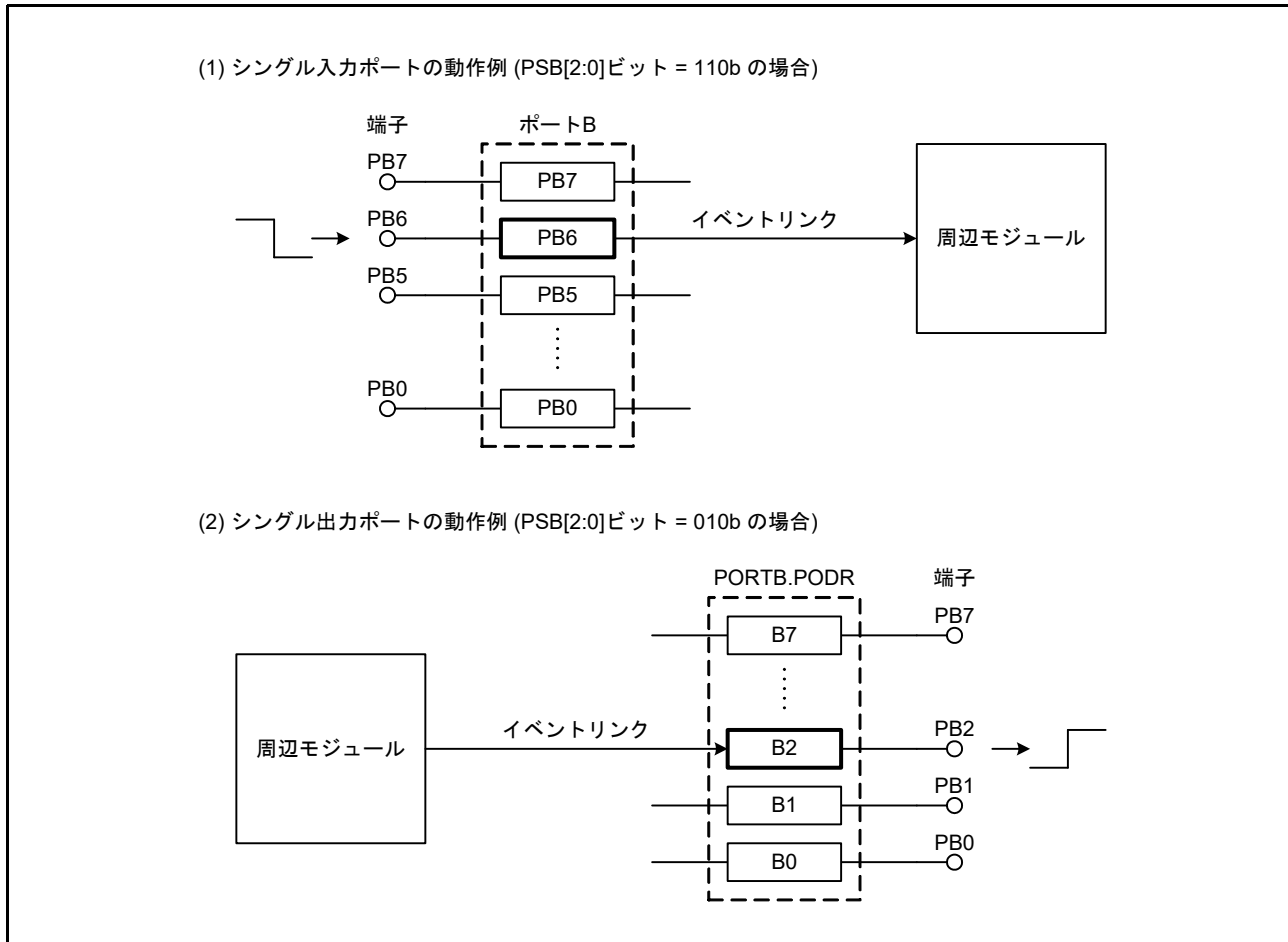

図 19.3 シングルポートのイベントリンク動作 (ポート B の場合)
入力に設定されているシングルポートは、対応する端子への入力信号が変化するとイベント信号を出力します。イベント発生条件は、PELm.PSM[1:0] ビット (m = 0 ~ 3) で設定します。図 19.3 (1) にシングルポートのイベントリンク動作を示します。
出力に設定されているシングルポートにイベント信号が入力されると、対応する端子のレベル (PODR レジスタの値) が PELm.PSM[1:0] ビットで指定したとおりに変化します。図 19.3 (2) にシングルポートのイベントリンク動作を示します。